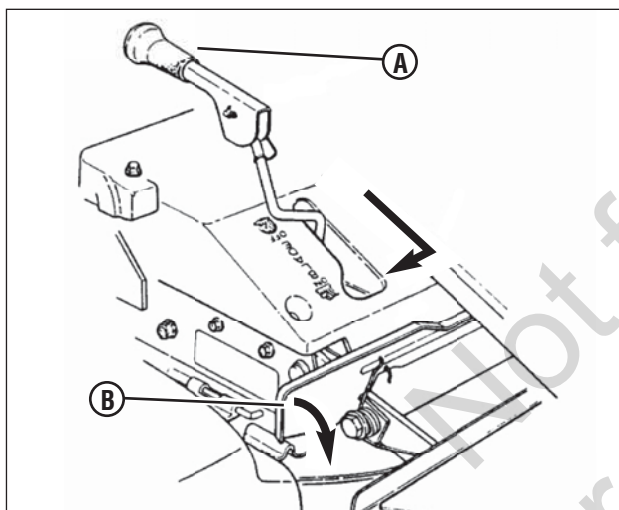

Figura 10: Acionando a lâmina do cortador
2. Mova a alavanca da lâmina (**A**, Figura 10) para frente até a posição “LIGADA”, e então pressione os pedais da lâmina (**B**) para manter a alavanca da lâmina na posição “LIGADA”.